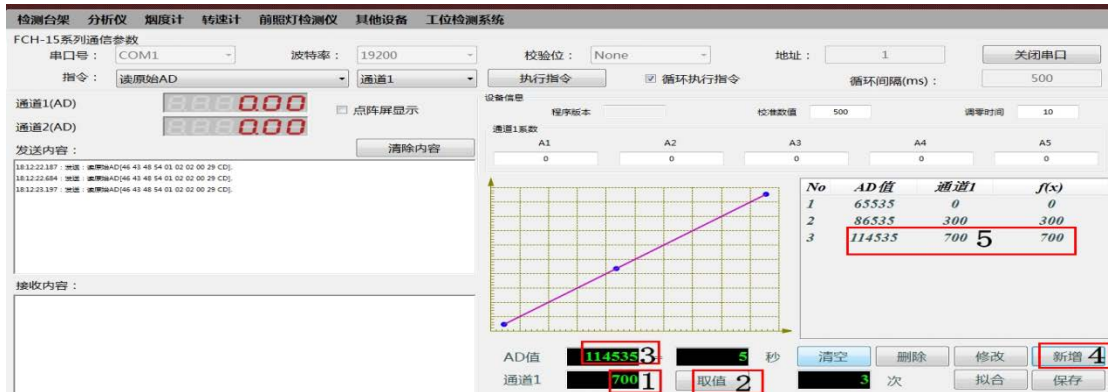

图 4.9
(8)、将测量板继续向外推让百分表再转四圈（百分表累计转过7圈），待AD值相对稳定后，在通道1写入“700”，点“取值”，取得AD值114535，点“新增”（见图4.9），将标定点“700”和对应的AD值114535增加到标定坐标系。